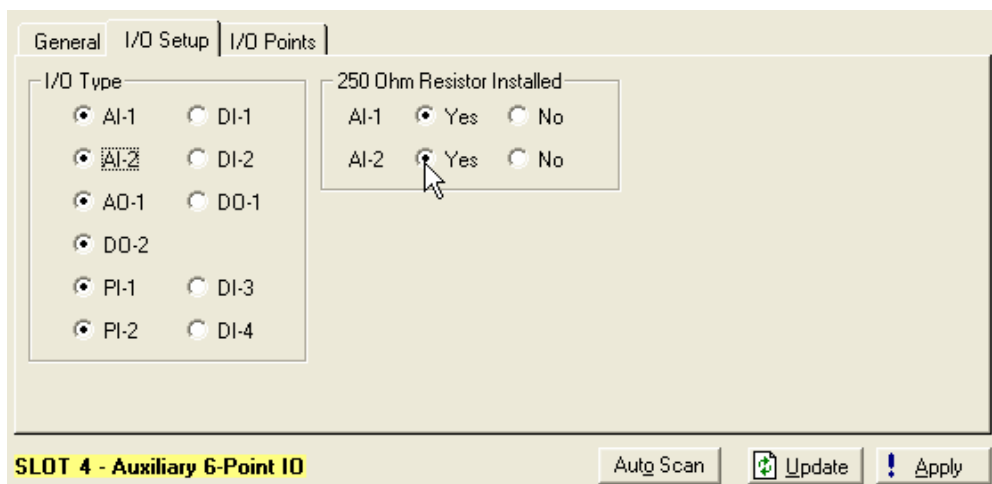

Рис. 4-5. Настройка входов/выходов
- При конфигурировании входа в качестве аналогового выберите AI в качестве типа входов/выходов. См. Рис. 4-5.
Примечание: при конфигурировании входа в качестве аналогового выберите АО в качестве типа входов/выходов. См. Рис. 4-5.
Примечание: при конфигурировании входа в качестве дискретного выберите DI в качестве типа входов/выходов. См. Рис. 4-5.
- При конфигурировании выхода в качестве дискретного выберите DO в качестве типа входов/выходов. См. *Рис. 4-5*.
Примечание: при конфигурировании входа в качестве импульсного выберите PI в качестве типа входов/выходов. См. Рис. 4-5.